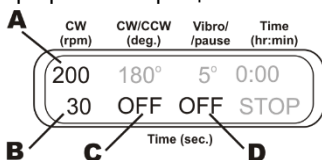

Рисунок 3.
6.9.1. **Вращение.** Установите скорость (40-1000 об/мин, рис. 3/A) и время (1-250 с, рис. 3/B) вращения. Отключите возвратно-поступательное и вибродвижение, выставив их время на ноль (индикация OFF, рис. 3/C и 3/D).